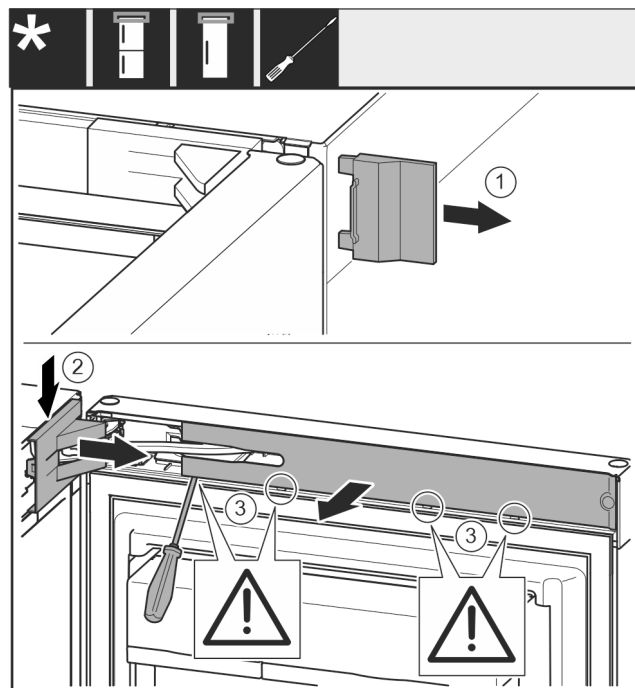

Fig. 8
- ▶ Sejměte kryt Fig. 8 (1).
- ▶ Odjistěte a uvolněte kryt stojanu ložiska Fig. 8 (2).
- ▶ Sejměte kryt stojanu ložiska Fig. 8 (2).
- ▶ Plochým šroubovákem vyjměte zásepku Fig. 8 (3) a otočte ji ke straně.